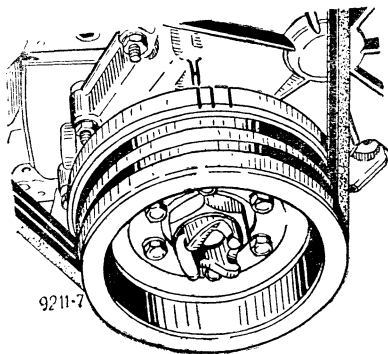

Рис. 10. Определение верхней мертвой точки
3. Установить поршень первого цилиндра в в. м. т. такта сжатия, для чего повернуть пусковой рукояткой коленчатый вал двигателя до положения, при котором коромысла впускного и выпускного клапанов будут свободно покачиваться (клапаны закрыты), а третья метка на демпферной части шкива совместится с ребром-указателем на крышке распределительных шестерен (рис. 10).